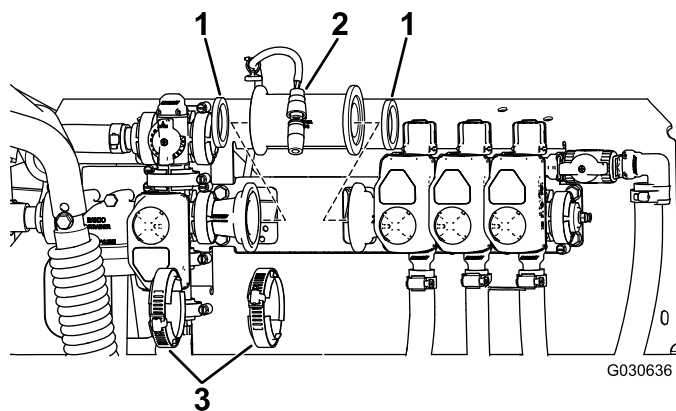

Figura 6
7. Instale el caudalímetro en línea entre la válvula KZ y el conjunto de las válvulas de los brazos, con la flecha de sentido de flujo orientada hacia las 3 válvulas de los brazos (Figura 6).
- A. Instale la junta existente en el lado del caudalímetro que se conecta a la válvula KZ (Figura 6).